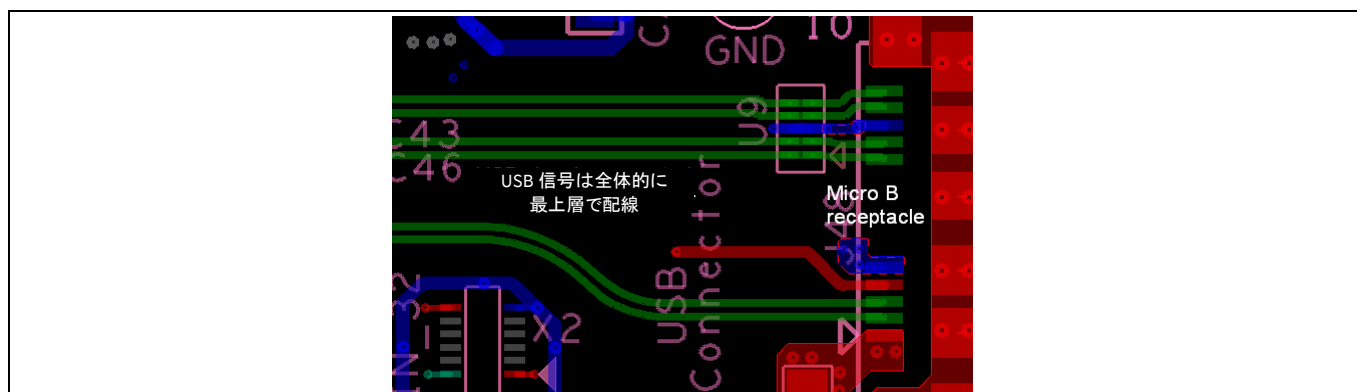

**Figure 27** プロービングパッドの配置
- すべての USB 線上のスタブを避けてください。パッドはプローブ目的に配線上に必要な場合は、スタブの形で配線の外にはみ出さない方が良いです。Figure 27 を参照してください。